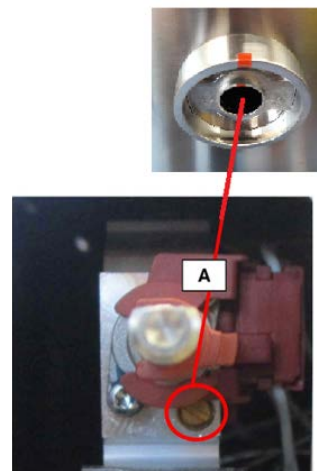

Figure 2: Le robinet du brûleur à une seule flamme
3. Insérez un fin tournevis à lame fine dans le renforcement situé derrière le bouton de commande (Figure 2 pour une flamme simple et Figure 3 à double flamme) et engagez la lame avec la fente dans la vis de réglage. (A flamme singulière; B double flamme).